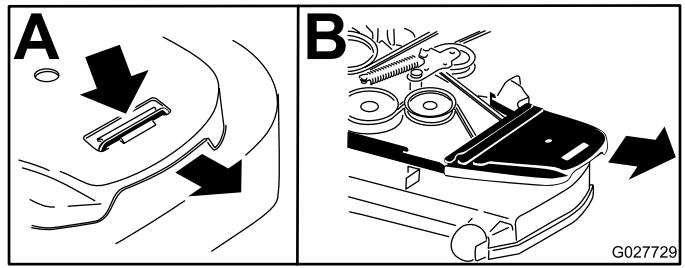

Figura 97
4. Retire las cubiertas de la correa (Figura 97).